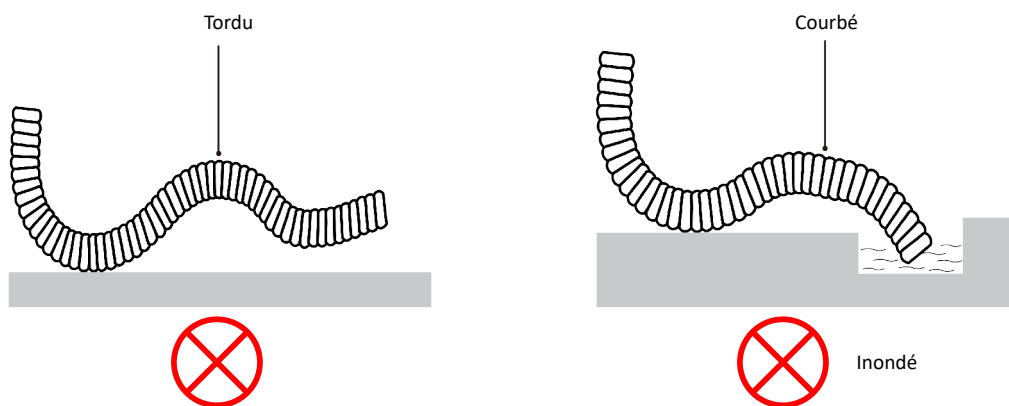

Fig. 4.3
- ① Pour une bonne évacuation, le tuyau doit être incliné vers le bas.
- ② Ne tordez pas ou ne pliez pas le tuyau d'évacuation et n'inondez pas son extrémité d'eau. (Fig.4.3)
- ③ Enveloppez le flexible d'évacuation avec un matériau résistant à la chaleur.
- ④ Il est interdit de raccorder le tuyau d'évacuation des condensats au tuyau d'évacuation ou à d'autres canalisations susceptibles de produire une odeur corrosive ou indésirable, car l'odeur risquerait de pénétrer à l'intérieur ou d'abîmer l'unité.
- ⑤ Il est interdit de raccorder le tuyau d'évacuation des condensats au tuyau d'eau de pluie, car l'eau de pluie risquerait de s'infiltrer et provoquer des blessures ou des dégâts matériels.
- ⑥ Le tuyau d'évacuation des condensats doit être raccordé à un système d'évacuation spécifique au climatiseur.